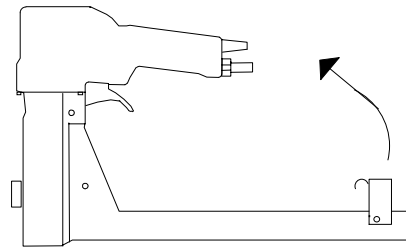
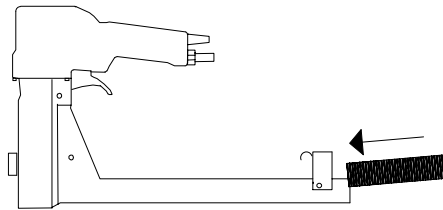

Fig 3
Fig 4
**E** Lift the magazine breech and the pusher upward (Fig. 3) and fill the magazine with staples (Fig. 4).
**S** Slutstycket med frammataren fälls upp (Fig. 3), och magasinet fylls sedan med klammer (Fig. 4).
**D** Kippen Sie das Verschlussstück mit dem Klammerschieber nach oben (Fig. 3) und beladen Sie das Magazin mit Klammern (Fig. 4).
**F** Enlevez le ferموir avec le pousseur (Fig. 3) et chargez le magasin avec des agrafes (Fig. 4).